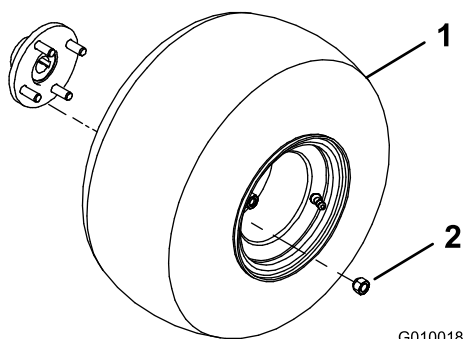

Bild 4
2. Montieren Sie an jeder Hinterradnabe ein Rad mit den vier Radmutter (Bild 4).